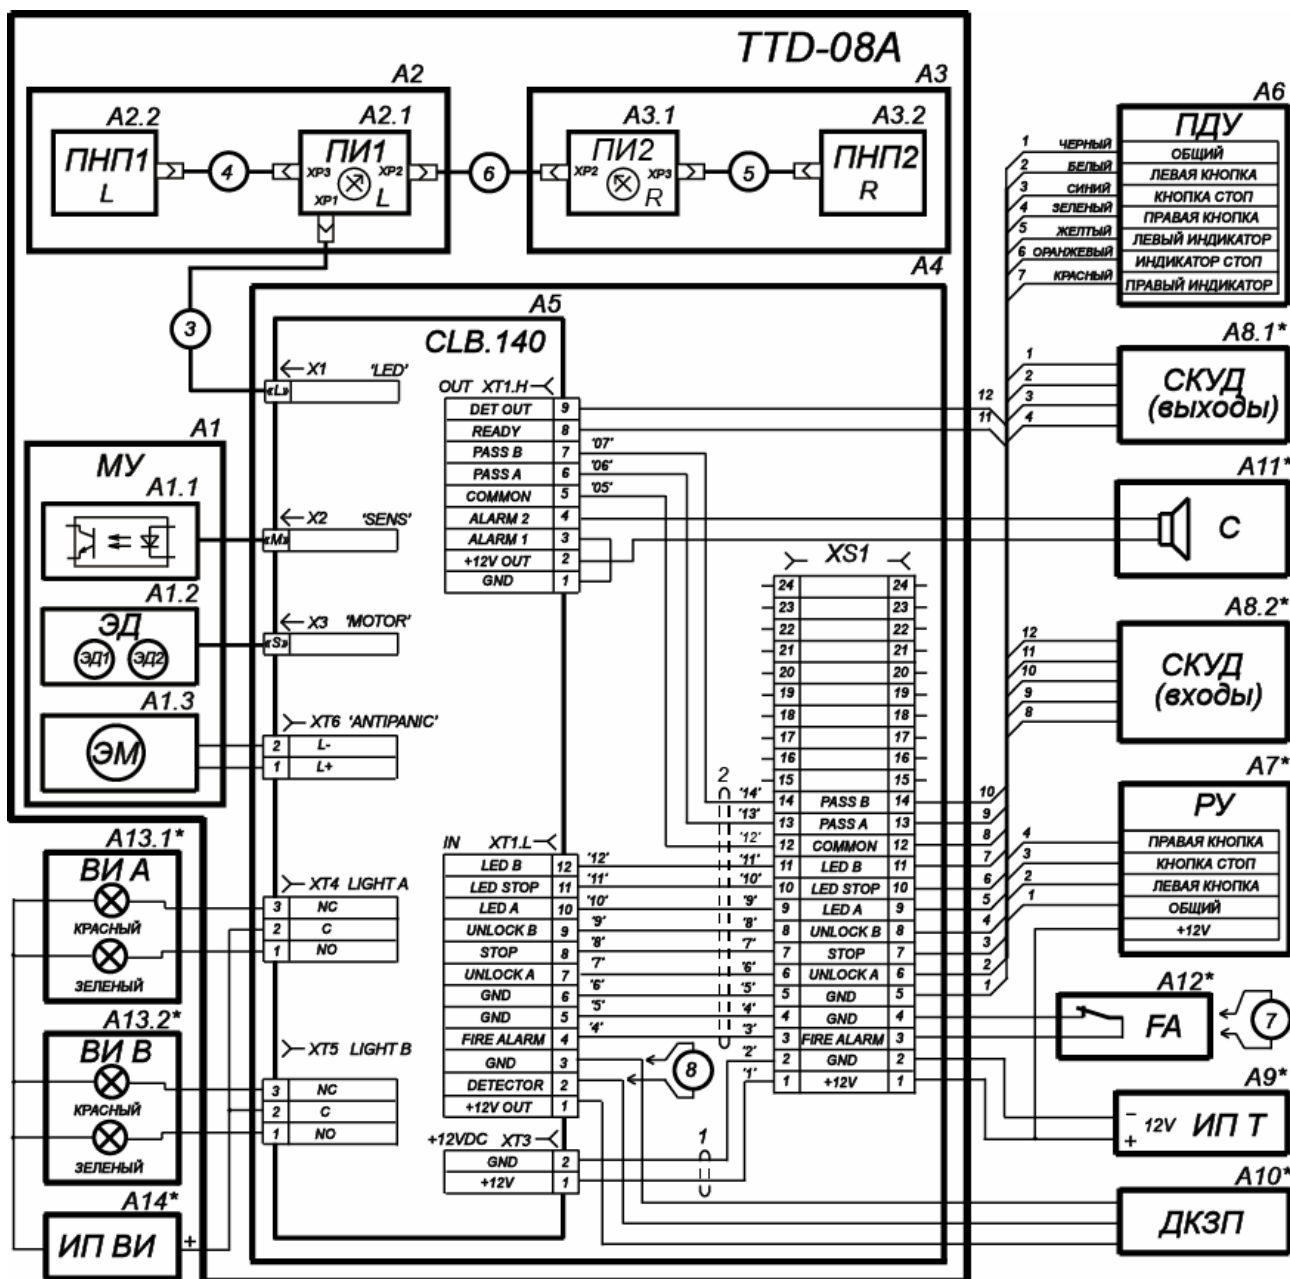

Рисунок 12. Схема соединений турникета и дополнительного оборудования1
Турникет имеет маркировку в виде этикетки и наклейки. Этикетка расположена внутри стойки под крышкой турникета (3). На этикетку нанесены: товарный знак и контактные данные предприятия изготовителя, наименование и серийный номер изделия, год и месяц изготовления, напряжение питания и потребляемая мощность. Наклейка находится на внутренней поверхности крышки (3). На наклейке изображена общая схема соединений турникета, аналогичная приведенной на рис. 12.
10. Подключите кабель (13) от ИП к выносной клеммной колодке **XS1** (см. рис. 12).
11. Подключите кабель ПДУ (12) к выносной клеммной колодке **XS1**.
7 – кабель от платы управления к ПИ1 (кабель 3 на схеме рис. 12);
8 – кабель от ПИ1 к ПИ2 (кабель 6 на схеме рис. 12);